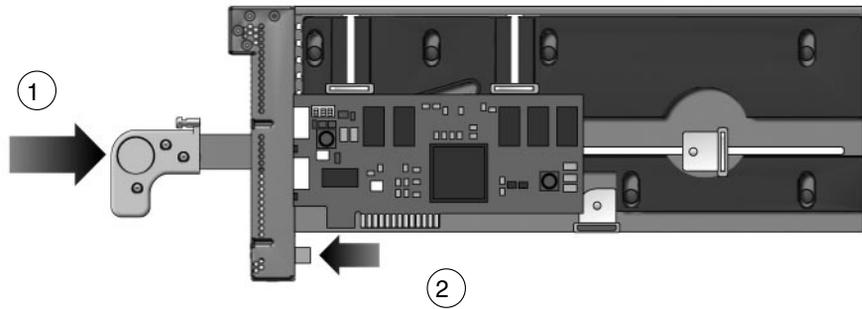

FIGURE 3-2 Fermeture de la poignée du chariot
5. Appuyez sur le loquet de verrouillage (FIGURE 3-2) tout en poussant la poignée pour la fermer.